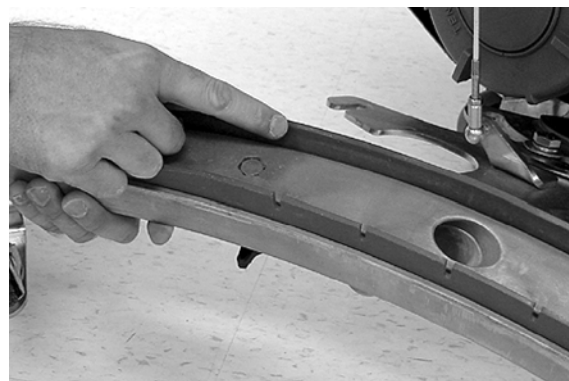

FIG. 49
8. Vérifiez l'état du bord nettoyeur de la lame de racloir (Figure 49). Faites pivoter la lame en cas d'usure. (Voir REMPLACEMENT DES LAMES DE RACLOIR)